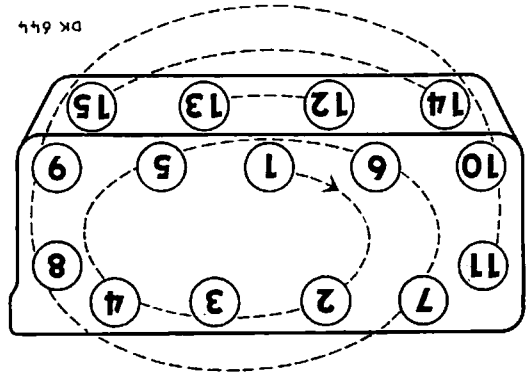

Bild 2.16/1 Schema für das Anziehen der Zylinderkopfbefestigungsschrauben und -muttern
2. Die Kipphebel in die Stossstangen umkippen, die Befestigungsschrauben und -muttern ein- bzw. aufschrauben und leicht anziehen. Nach diesem provisorischen Anziehen die Schrauben und Muttern auf das volle Anzugsmoment festziehen. Im Verlauf der Produktion im Jahr 1971 wurden die Stiftschrauben durch Kopfschrauben ersetzt. Weder das provisorische noch das definitive Anziehen des Zylinderkopfes darf in beliebiger Form, sondern in der auf dem Bild 2.16/1 gezeigten Reihenfolge vorgenommen werden. Die gelockerten Verbindungen der Kipphebelbocke festziehen und sichern.
Das Zerlegen (wie auch der Zusammenbau) des Zylinderkopfes wird auf dem Arbeitstisch vorgenommen. Wir empfehlen eine geeignete Stütze einzufertigen, in die der Zylinderkopf gelegt werden kann, um sich beim Arbeiten von der Seite der Verbrennungsräume nicht mit den Stiftschrauben gegen die Tischplatte abstützen zu müssen. Siehe z. B. Bild 2.16/6.